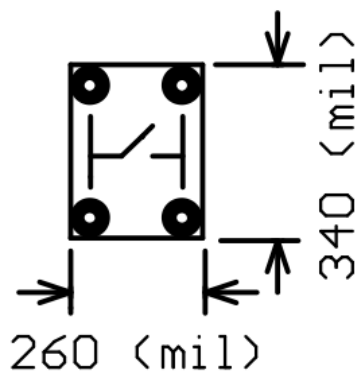

图8
(2) 元件 SPST-1 的封装外形尺寸如图 8 所示, 它的焊盘直径为 80mil, 焊盘孔径为 40mil, 焊盘横向间距为 180mil, 焊盘纵向间距为 260mil。(1 分)